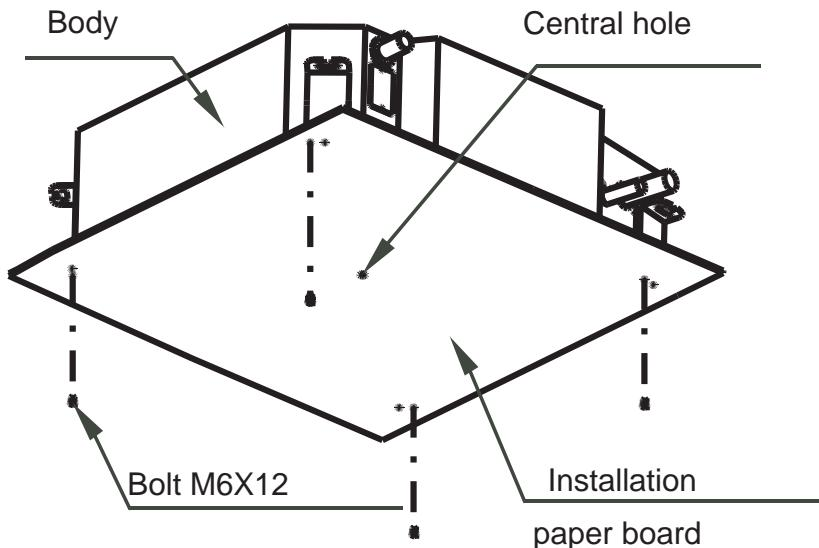

Abb.6
1. Benutzen Sie die Montagevorlage (mit dem Panel geliefert) wenn Sie die Stelle des Aufhängebolzens bestimmen. In Abb. 6 und Abb.7 sehen Sie die Größenverhältnisse.